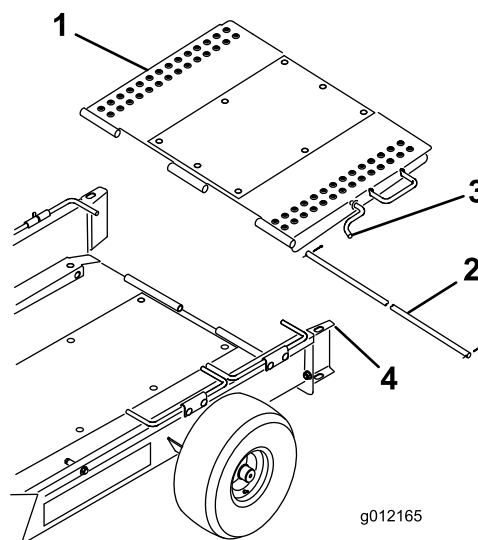

图4
4. 用铰链杆和 2 个开口销将拖车坡道安装到拖车底板的后面 图4。
5. 将拖车坡道向上转动并将坡道门锁挂入车轮导轨顶部的孔中 图4。
7. 将拖车坡道向上转动并将坡道门锁挂入车轮导轨顶部的孔中图4。